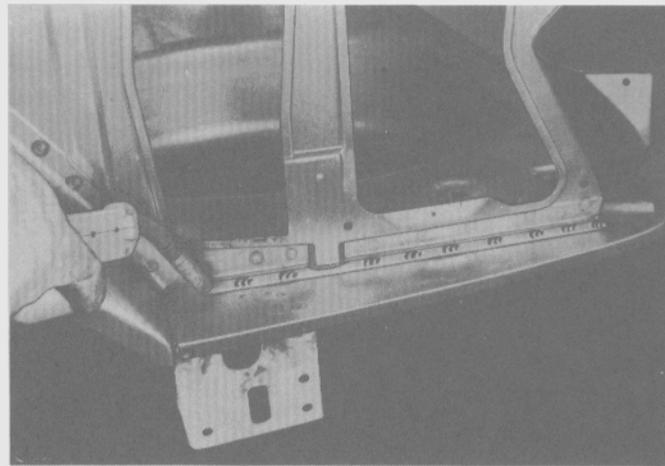

Fig. 249
- Soldar por pudelado el panel al soporte del piso (Fig. 249).